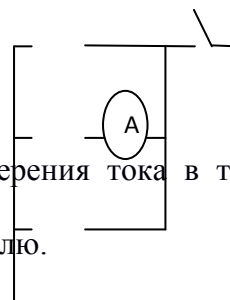

Рис.5
2. Измеряют ток в каждой ветви, включая амперметр в каждую ветвь как это показано на рис.5 (а и б)